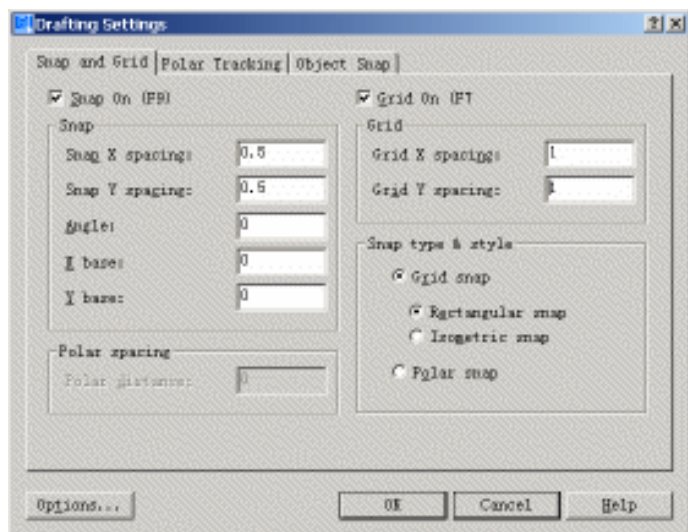

图 6.2 Drafting Settings (草图设置) 对话框
(1) 选择【Tools】|【Drafting Settings】命令，打开 Drafting Settings（草图设置）对话框，按如图 6.2 所示的进行参数设置。